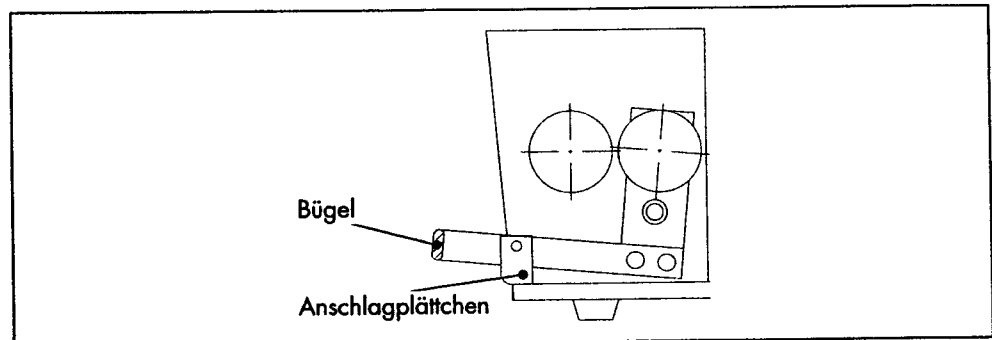

Fig. 22 Andrückrolle schliessen
- 6 Andrückrolle durch Anheben des Bügels lösen. Der Bügel sollte durch das Anschlagplättchen (siehe Fig. 22) abgestützt sein.